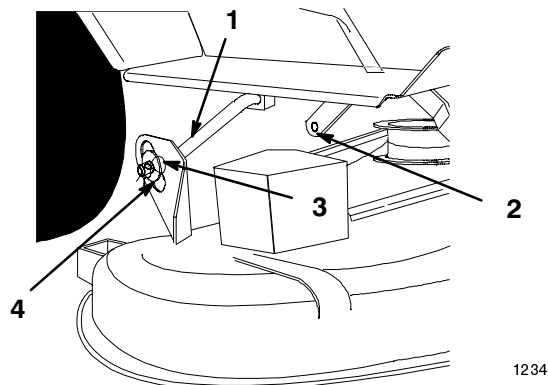

Figure 16
5. Enlevez la goupille fendue élastique de 2-9/16" et la rondelle de 3/8" sur la bielle réglable avant, puis déposez-la du mécanisme de relevage (Fig. 16).
6. Enlevez les (2) goupilles fendues de 3-3/8" et les (2) rondelles de 3/4" des bras de relevage arrière (Fig. 16).
7. Glissez le plateau de coupe vers la droite pour l'extraire des bras de relevage arrière (Fig. 16).